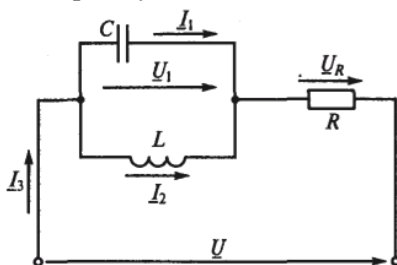

Рис. 2. 9
2.18. Каковы напряжения U_1 , U_R и токи I_1 , I_2 и I_3 на рис. 2. 9 при резонансе токов, если $U = 380$ В, $X_C = 38$ Ом, $R = 100$ Ом? (Указать неправильный ответ.)